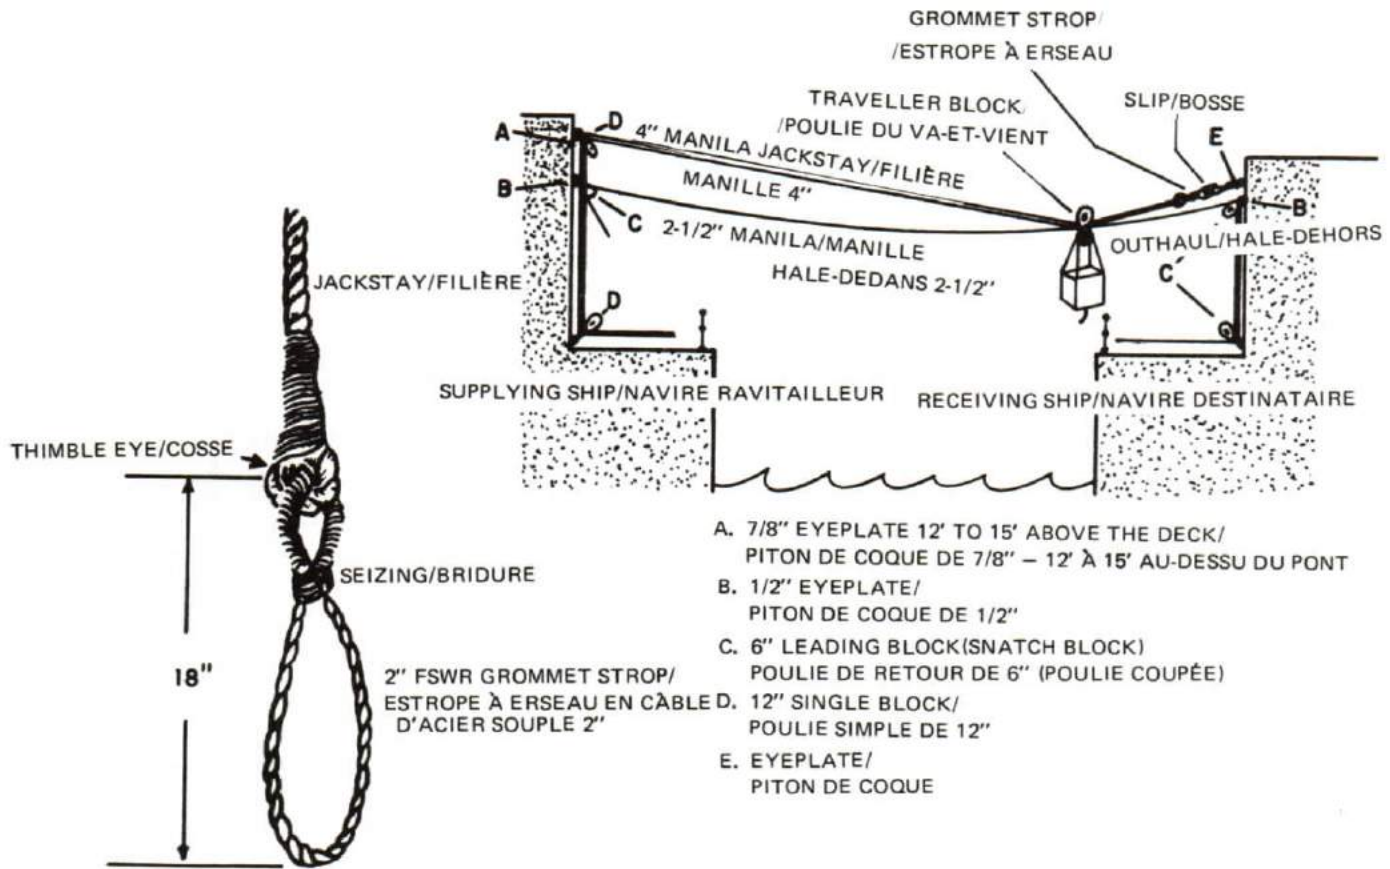

Figure 11-47
1. The transfer of personnel and stores up to 500 lbs is done by means of a light jackstay, details of the rig are shown in Figure 11-47. The four inch manilla jackstay is passed between two ships. A single hooked sheave called a traveller runs along it like a trolley, and on the hook of the traveller is slung the load to be passed. It is apparent that the jackstay must be kept taut otherwise the load would be dipped into the water when the distance between the ships closed, and the jackstay would part when the distance opened. Therefore, one end of the jackstay is manned. The ropes which haul the traveller along the jackstay, called the inhaul and the outhaul, are also manned.
1. Le transbordement du personnel et des provisions jusqu'à 500 livres s'effectue au moyen d'un va-et-vient léger dont les détails d'installation sont décrits à la figure 11-47. Une filière en manille de quatre pouces est lancée d'un navire à l'autre. Une poulie simple à croc appelée va-et-vient se déplace le long de la filière comme un chariot au croc duquel est suspendue la charge à transborder. On voit donc immédiatement que la filière doit être gardée tendue si l'on veut éviter que la charge plonge dans l'eau au cas où les navires se rapprocheraient. D'autre part, la filière casserait si les navires s'écartaient. Par conséquent, une des extrémités de la filière doit être manoeuvrée à la main. Les cordages de va-et-vient qui font circuler le chariot le long de la filière sont appelés le hale-dehors et le hale-dedans. Ils sont également manoeuvrés à la main.